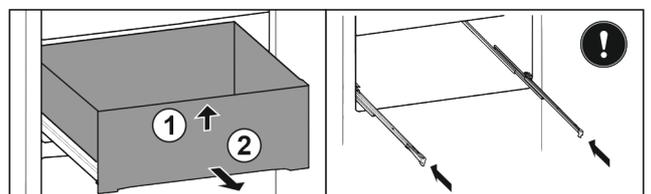

Fig. 28*
► Soulever la partie avant du tiroir Fig. 28 (1).*
- Sortir le tiroir par l'avant Fig. 28 (2).*